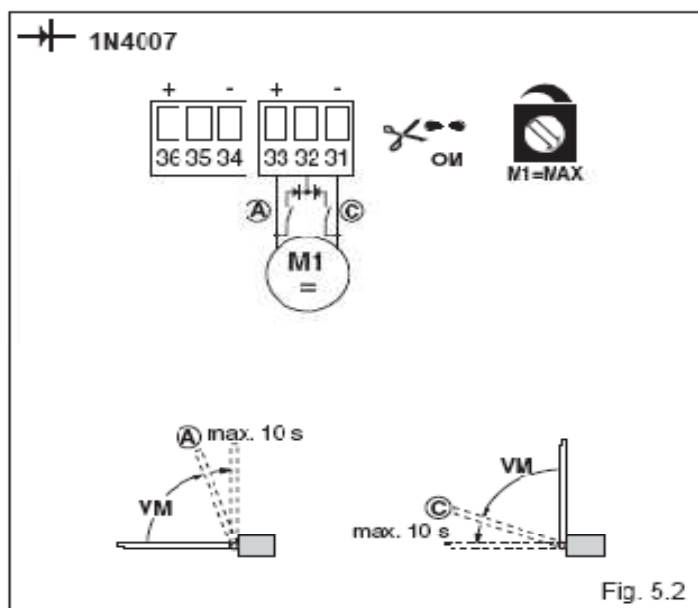

Fig. 5.2
• (rys.5.2) Zastosowanie z wyłącznikami na zwalnianie